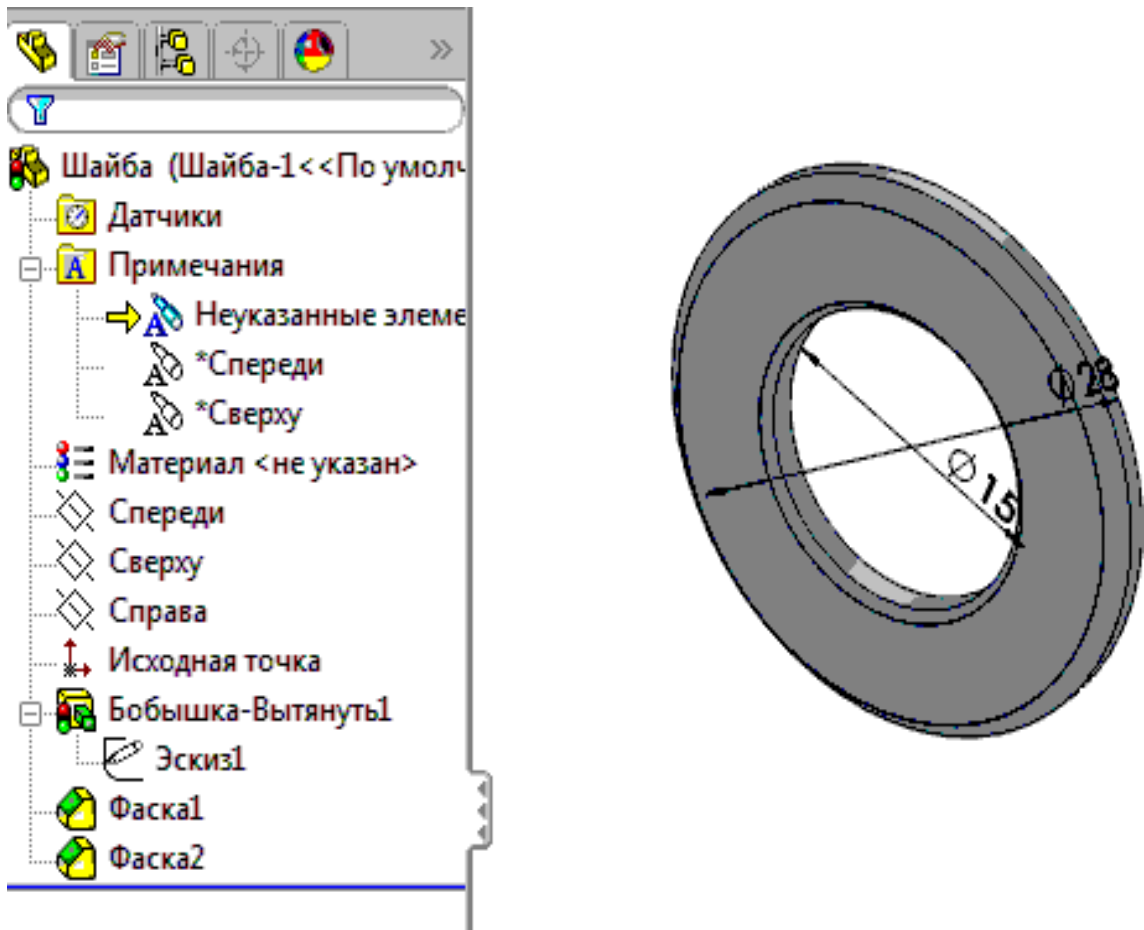

Рисунок 7.5 – Вид створеної конфігурації
4. Натискаємо кнопку , щоб перебудувати поточну конфігурацію та кнопку Ok для того, щоб закінчити створення нової конфігурації. В результаті на екрані з'явиться зображення створеної конфігурації (рис. 7.5).